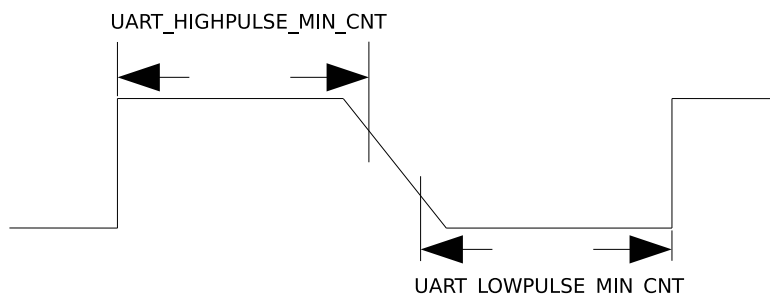

图 12-4. UART 信号下降沿较差时序图
2. 对于 UART 信号的下降沿信号比较差的情况，如图12-4所示，这时通过取 `UART_LOWPULSE_MIN_CNT` 与 `UART_HIGHPULSE_MIN_CNT` 的和平均得到的值不准确，可以通过 `UART_POSEDGE_MIN_CNT` 获取发送方波特率。计算公式如下：